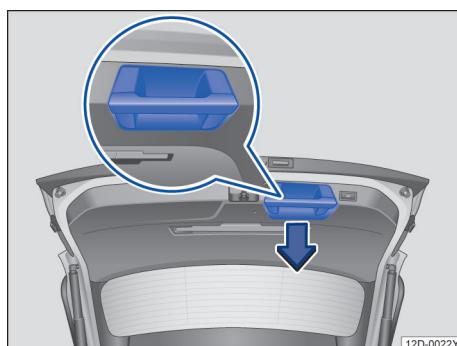

图 50 关闭行李厢盖的把手
- 抓住内饰板上的把手快速用力向下拉行李厢盖，使其卡止在锁中→图 50，→**⚠**。